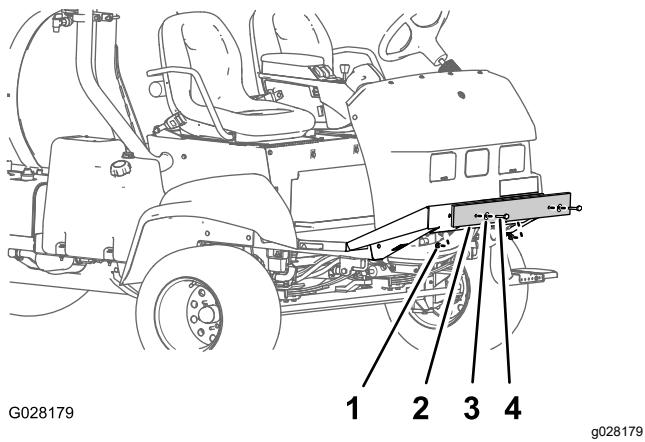

Рисунок 9
- Снимите болты, шайбы и гайки, которые крепят транспортировочный бампер к передней пластине шасси (Рисунок 9).
- Снимите транспортировочный бампер с машины (Рисунок 9).